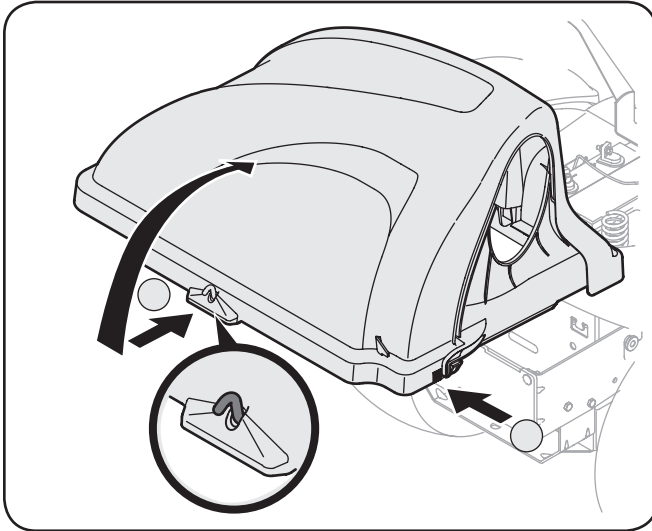

Figure 4-17
- Ouvrez le capot en appuyant sur l'arrière, la languette du côté droit avec votre main droite, comme illustré au point 1 de la figure 4-17, et levez le couvercle avec votre main gauche placée sur à l'arrière du centre du couvercle du dispositif d'ensachage, point 2.